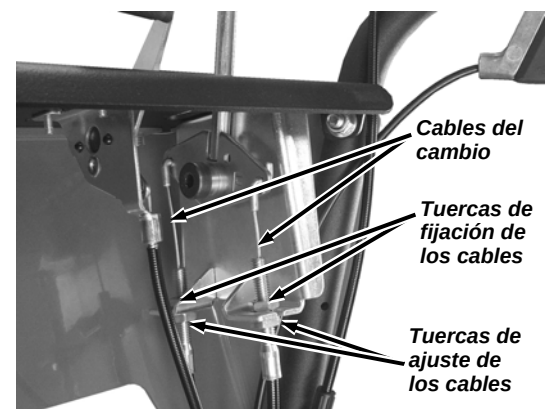

Figura 32
1. Localice las tuercas de ajuste del cable de cambio en el extremo de la palanca de cambio (**Figura 32**).